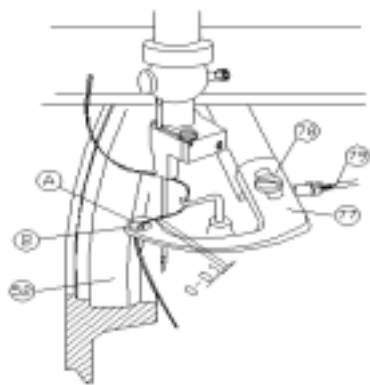
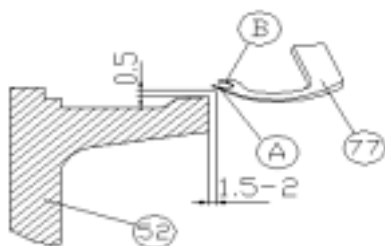
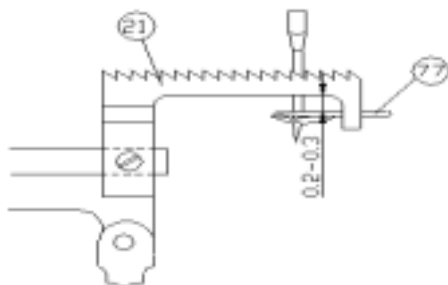

FIG. 40
FIG. 41
FIG. 42
Il caricatore di filo (77) serve a caricare il filo nell'ago. La parte di retro (Un) della punta, quando nella sua posizione più vicino all'ago, dovrebbe graffiare l'ago senza curvarlo. La posizione può essere aggiustata trasportando il caricatore di filo sul suo appoggio dopo avere allentato le due viti (78). FIG.40. Quando il caricatore di filo è alla fine della sua traversa alla destra, la distanza tra la parte di retro (Un) e l'orlo di destra della ruota di filo-caricamento (52) dovrebbe essere 1.5 - 2 mm. FIG. 41.
La distanza corretta è ottenuta aggiustando la verga di cravatta (79) tra le due giunture. L'altezza è aggiustata curvando il caricatore di filo. FIG. 41. Controlli che c'è un'apertura di su 0.2-0.3mm tra il caricatore di filo e la parte più bassa del cane di alimentazione. FIG. 42.